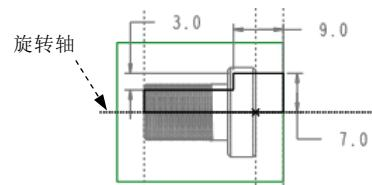

图 24.5 截面草图
(1) 定义草绘截面放置属性。右击，从系统弹出的菜单中选择 定义内部草绘... 命令；选取 MOLD_RIGHT 基准平面为草绘平面，选取 MAIN_PARTING_PLN 基准平面为草绘参考。方位为 下，单击 草绘 按钮，至此系统进入截面草绘环境。
(2) 进入草绘环境后，绘制图 24.5 所示的截面草图。完成特征截面的绘制后，单击“草绘”操控板中的“确定”按钮 ✓。